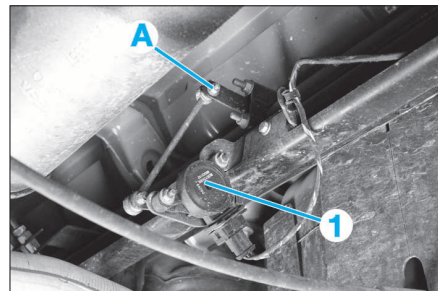

FIG. 60
- Désaccoupler la biellette du capteur de hauteur (1) en (A) (Fig.60) (véhicule équipé de la suspension pilotée).